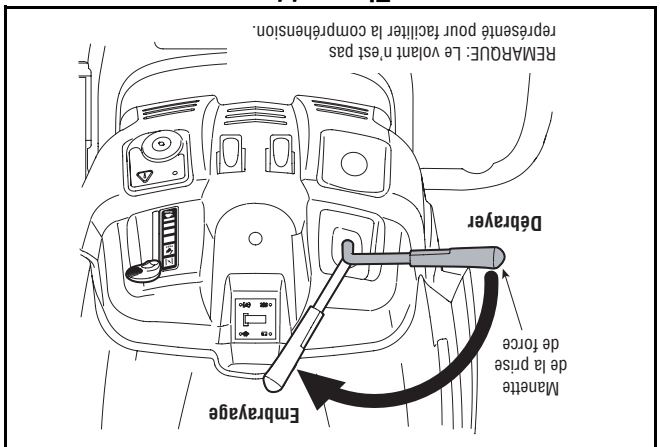

Figure 11
2. Faites pivoter la manette de la prise de force (Embrayage de la lame) à fond vers l'avant jusqu'à la position « ON » (Embrayée). Voir la Figure 11.